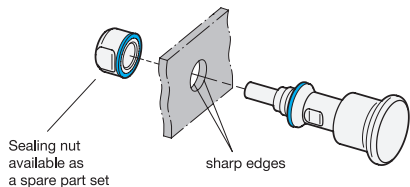

Fig. 2
- L'alesage de positionnement doit donc être réalisé de façon à ce que les talons métalliques à l'intérieur des bagues d'étanchéité reposent le plus complètement possible sur le support et permettent un tensionnement sur un bloc (butée métallique) (tolérance de +0,05/+0,2). Les bagues d'étanchéité doivent reposer totalement sur le support (fig. 2).